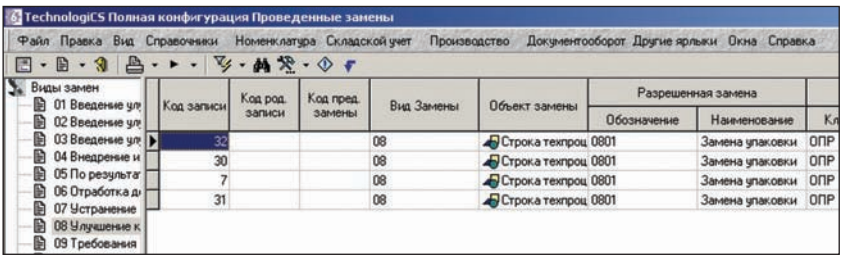

Рис. 11. Справочник Проведенные замены
3. Производится замена, которую можно подготовить заранее, с помощью команды *Выполнить текущую замену*. После выполнения команды система создает в справочнике *Проведенные замены* соответствующую запись (рис. 11), а также ограничивает операции над измененной позицией, запрещая удалять позицию или менять номенклатуру. Любые операции с позициями, полученными через связанные замены, становятся невозможными: они доступны только из родительской замены.